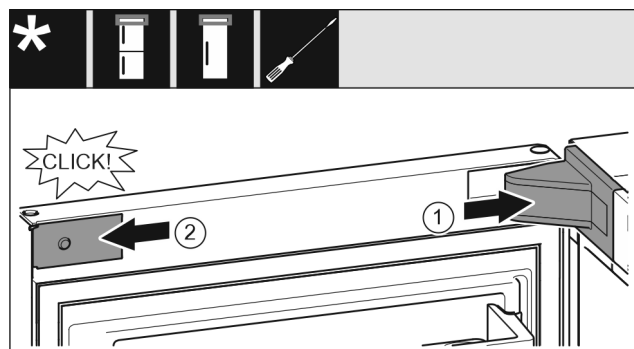

Fig. 24
- Påsæt hængselsafdækningen Fig. 24 (1), så den går i indgreb, og pres den evt. forsigtigt fra hinanden.
- Påsæt panelet Fig. 24 (2) på siden, så det går i indgreb.